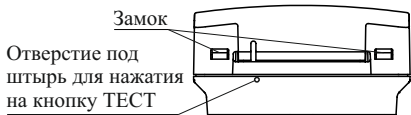

Рисунок 3
- отсоединить корпус от основания, нажав отверткой на замки внизу корпуса (рисунок 3). Кнопка извещателя при этом должна быть в ненажатом положении;
7.2 Для контроля связи ИПР с прибором необходимо нажать с помощью штыря диаметром 0,8 мм (например, с помощью разогнутой канцелярской скрепки) на кнопку ТЕСТ (рисунок 3) и контролировать: